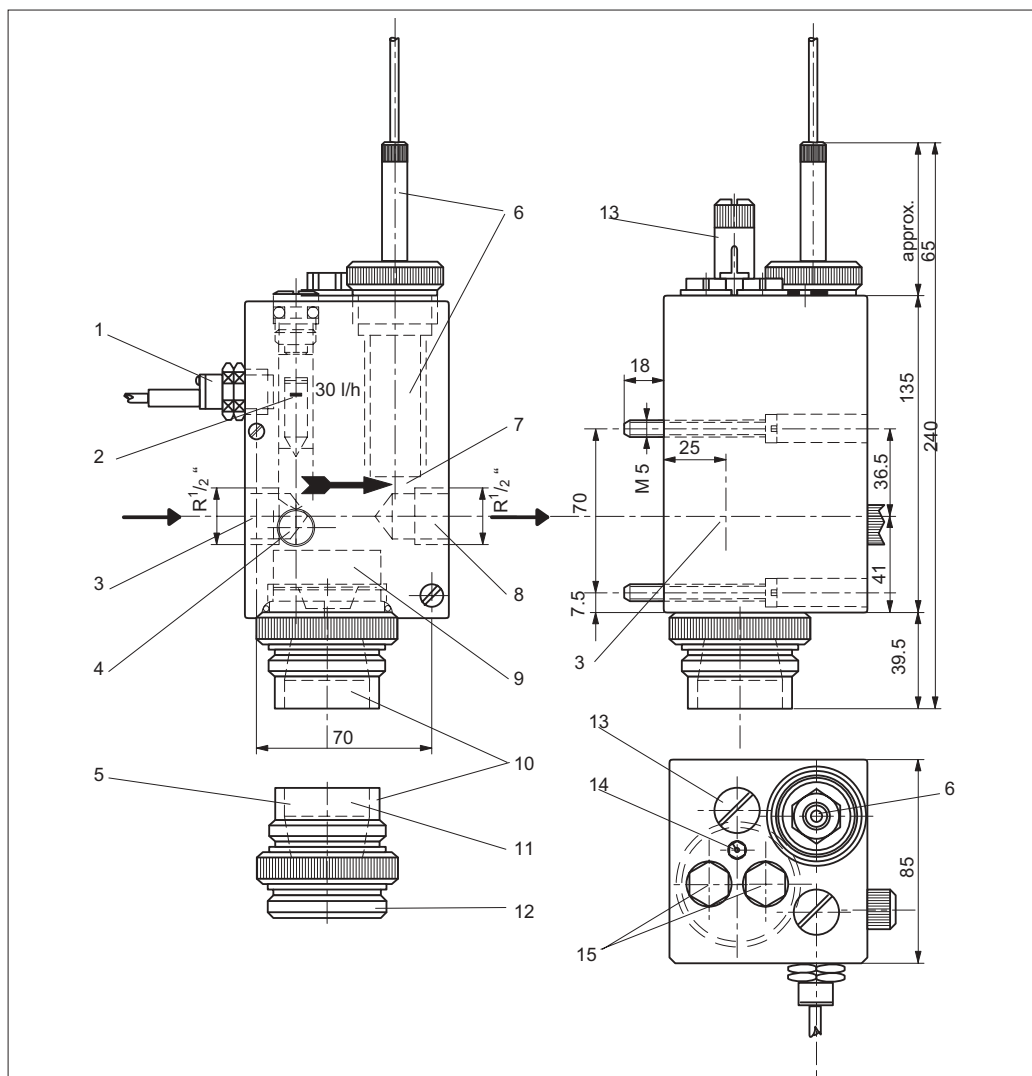

Рис. 2 CCA 250
Требуемый минимальный расход 30 л/ч, поддерживается с помощью игольчатого клапана (4) см. рис.2. Верхний край поплавка должен находиться ниже красной полосы на прозрачном корпусе.
Подключение измерительной ячейки хлора CCS 140 или CCS 141 (см. рис. 2): Выкрутить крепежный винт. Вставить измерительную ячейку в монтажное отверстие и прочно закрепить с помощью крепежного винта.